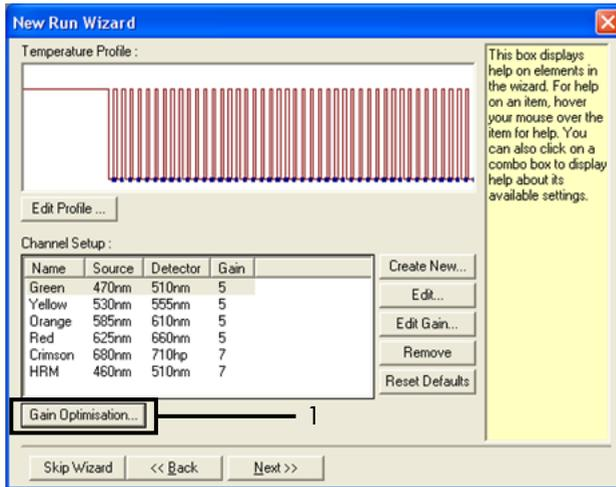

Abbildung 29. Gain optimisation (1) (Verstärkungsoptimierung (1)).
12. Klicken Sie im nächsten Dialogfeld auf Gain Optimisation (Verstärkungsoptimierung) (Abbildung 29).